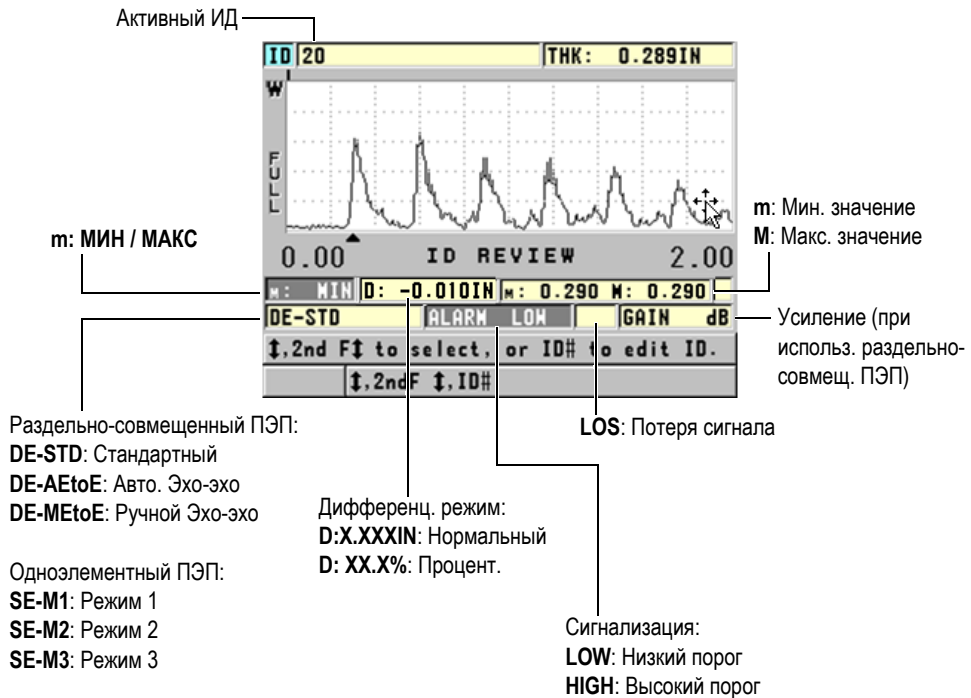

Рис. 6-36 Содержимое экрана просмотра ИД
На Рис. 6-36 на стр. 125 показан пример экрана просмотра ИД и краткое описание его содержимого. Область, расположенная ниже А-скана, предназначена для маркеров состояния, объясняющих значения отображенных на экране данных толщины. Индикаторы состояния представляют собой буквенные аббревиатуры, состоящие из первых букв составляющих слов (см. «Средства коммуникации и передача данных» на стр. 197).
3. На экране просмотра ИД (см. Рис. 6-36 на стр. 125) выполните следующие шаги: